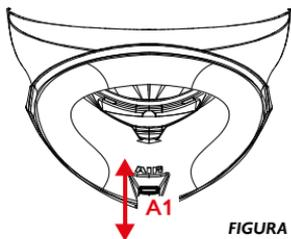

FIGURA 2
PRESA D'ARIA FRONTALE MENTONIERA — A— Figura 2/3
- Figura 2: cursore A1 posto all'interno della mentoniera